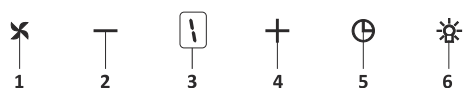

Fig. 18: 5 Spd Buton Pornire
1. ➤ Apăsați acest buton pentru a porni aparatul.Fig. 18
2. ➤ Apăsați acest buton pentru a reduce viteza motorului.Fig. 18
3. ➤ Explorând display-ul puteți urmări la ce viteză funcționează produsul pe acest display.Fig. 18
4. ➤ Apăsați acest buton pentru a spori viteza motorului.Fig. 18
5. ➤ Când este apăsat butonul de temporizare, o funcție de temporizare de 15 minute va fi activată; ecranul vă va da un semnal odată ce temporizatorul începe și motorul se va opri automat după 15 minute.Fig. 18
6. ➤ Apăsați acest buton pentru a aprinde și stinge becul.Fig. 18